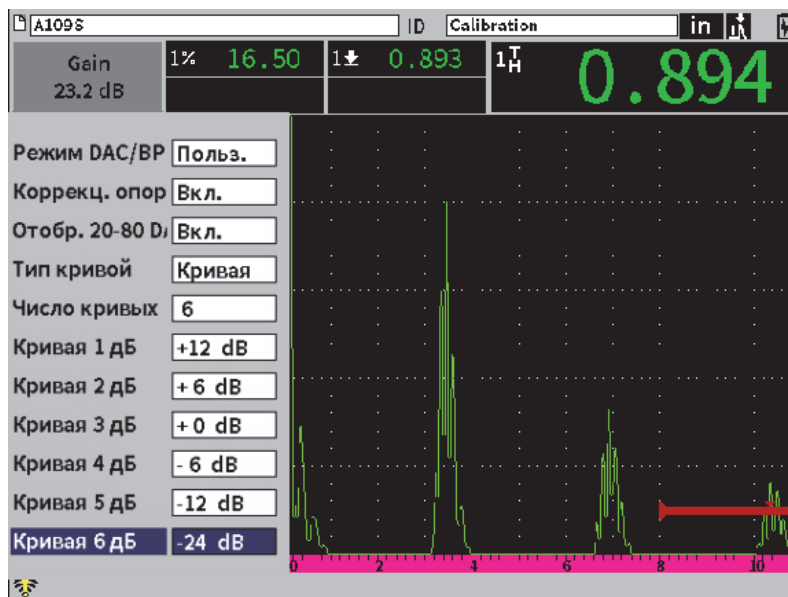

Рис. 11-17 Настройка пользовательской DAC
4. Задайте **Число кривых**, используемых в дополнение к основной кривой (см. Рис. 11-17 на стр 196).